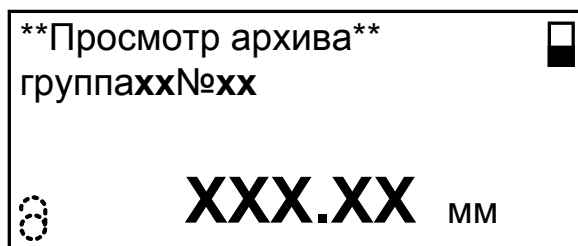

Рис. 5. Вид окна Просмотр архива.
2.3.3.2. Вид окна **Просмотр архива**, предназначенного для просмотра архива измеренных значений толщины, приведен на рис.5.